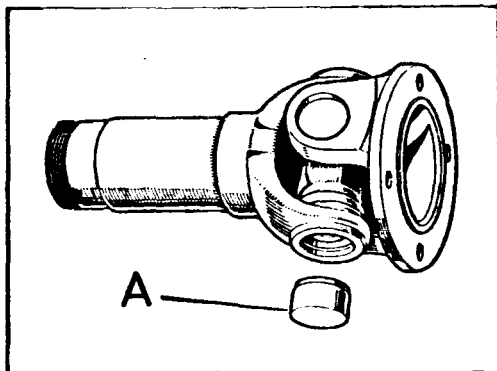

Fig. D-10 Segunda fase del desmontaje del cojinete
- 1.5. Girar la junta y retirar el cojinete, A (Fig. D-10).